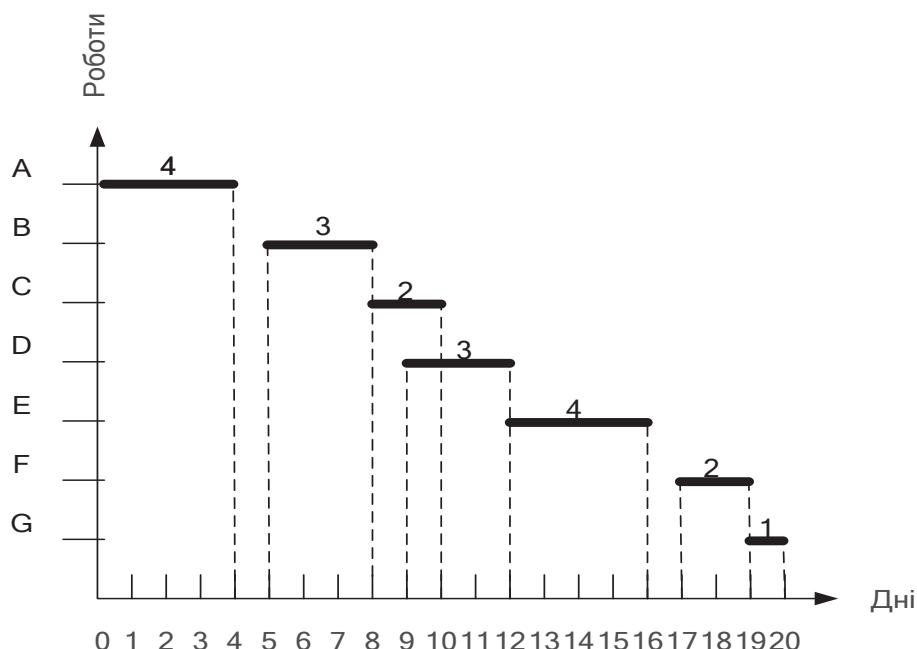

Рис. 5.34. Відображення робіт на діаграмі Ганта з урахуванням обмежень на терміни їх виконання
- Побудуємо систему координат для діаграми Ганта, в якій по осі х відобразимо час у днях, по осі у – роботи. У завданні потрібно побудувати 7 робіт. Тому по осі у вікладемо 7 ділень (рис. 5.34), по осі х – 20 ділень.
Результати побудови діаграми Ганта подані на рис. 5.34.